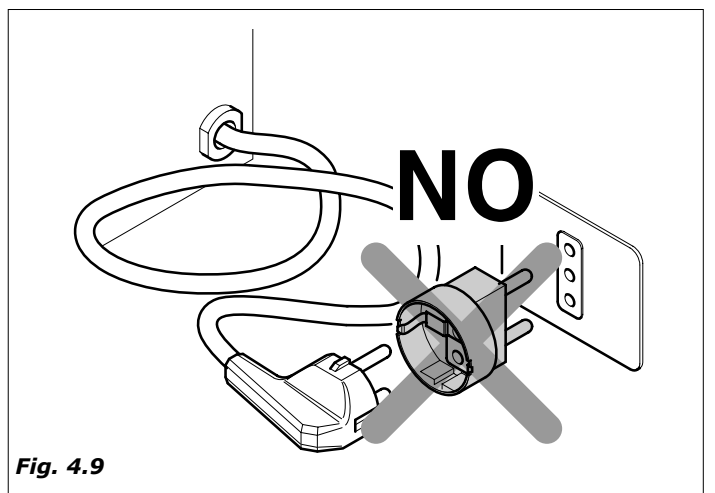

Fig. 4.9
- Los tomas que no sean compatibles con la clavija, se han de sustituir (Fig.4.9).